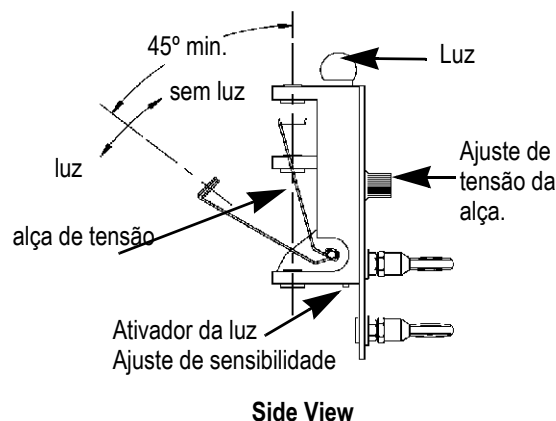

Figura 8.9 Passando Linha no Detector
- 9 De frente para a máquina, passe a linha pelo detector de linha. Passe pelo topo do detector, pelo orifício, e pela parte inferior do detector. Consulte a Figura 8.9 "Passando a linha no Detector " na página 191 para obter ajuda para passar o detector.